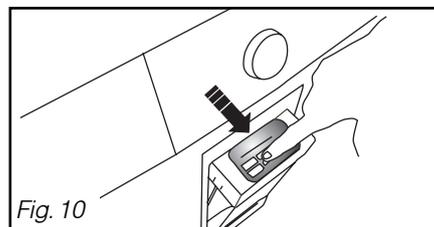

Fig. 10
**Si vous utilisez l'eau du bac de récupération, nettoyez régulièrement le filtre du réservoir en retirant les peluches avec les doigts (Fig. 10).**